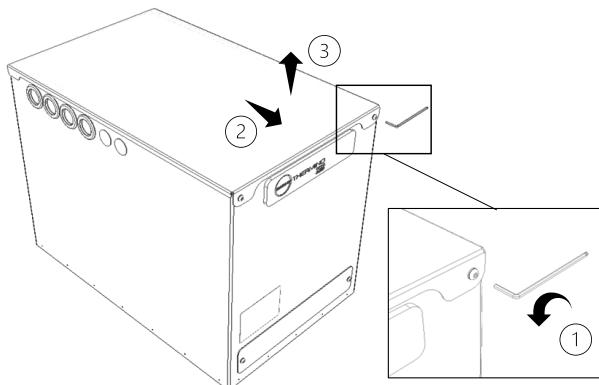

Figura 6 – Rimozione del coperchio della batteria termica Thermino
- Togliere il coperchio. Il coperchio è fissato da 2 viti a testa bombata M5 nella parte anteriore e da due perni di centraggio nella parte posteriore (Figura 6):
- (1) Rimuovere le 2 viti a testa bombata M5 utilizzando una chiave esagonale da 3 mm e metterle da parte.
- (2) Far scorrere il coperchio in avanti, (3) quindi sollevarlo e metterlo da parte.